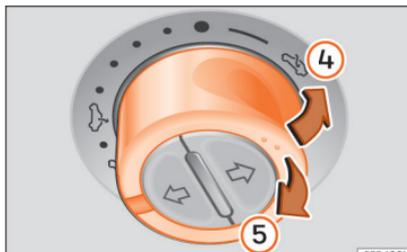

Abb. 16 Im Dachhimmel: Schalter zum Ausstellen oder Absenken des Dachs drücken bzw. ziehen.
- Hochfahren: Drücken Sie den Schalter auf die Position » » **Abb. 16** (4). Zum Einstellen einer Zwischenposition betätigen Sie den Schalter bis die gewünschte Position erreicht ist.
- Senken: Ziehen Sie den Schalter auf die Position » » **Abb. 16** (5). Zum Einstellen einer Zwischenposition betätigen Sie den Schalter bis die gewünschte Position erreicht ist.